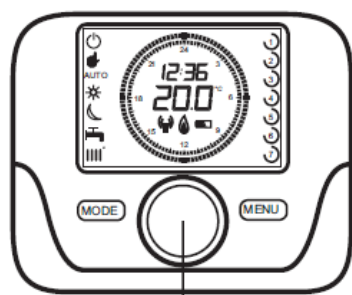

Fig. 15: Selector rotatorio
1. Comience por la configuración del Termostato modulante: Pulsar el selector rotatorio (Fig. 15) unos 6 segundos, hasta que aparezca en pantalla "HC1".